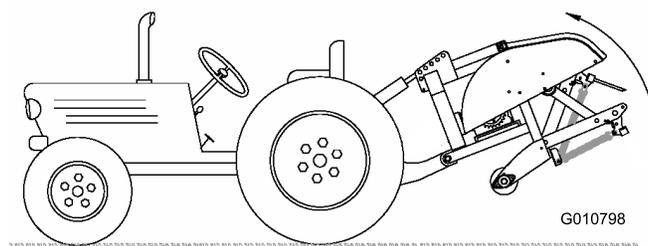

Рисунок 11
2. Полностью поднимите аэратор и полностью втяните гидроцилиндр гидравлической верхней тяги или верхнюю тягу трактора (**Рисунок 11**).